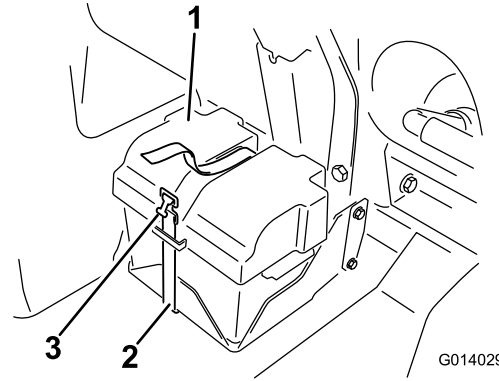

图 85
2. 拆下电池盖从电池电极上断开负极黑色接地线图 85。
4. 安装电池盖使用之前拆下的箍带将盖子箍紧 图 85。